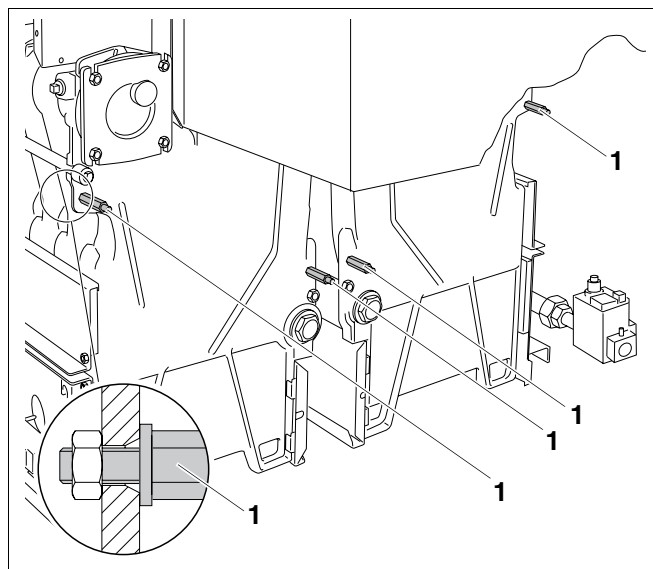
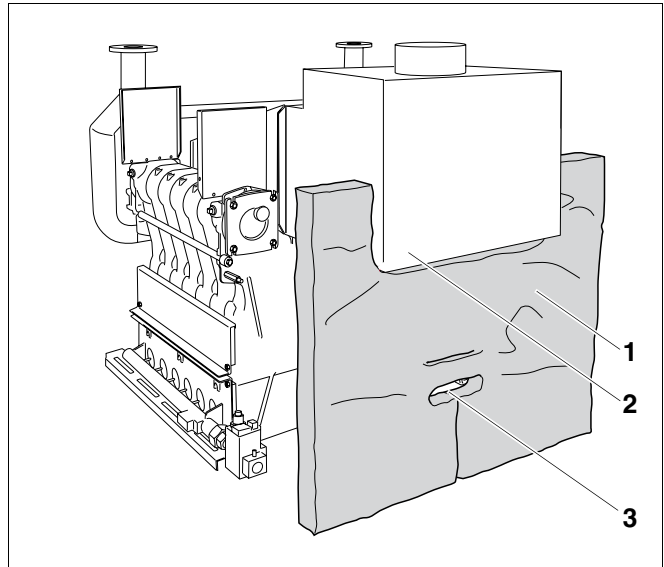

Fig. 45 Înșurubarea bolțurilor distanțiere
Fig. 46 Fixarea izolației termice a peretelui din spate
- Se înșurubează patru bolțuri distanțiere M8 x 75 (fig. 45, poz. 1) pentru fixarea pereților din spate (Piulițe cu șaiba de strângere în spate, șaiba de fixare în față).
Pentru poziția corectă a izolației termice de la peretele de spate aveți în vedere (fig. 46, **poz. 1**) următoarele puncte:
- Decuparea (fig. 46, **poz. 2**) izolației termice a peretelui din spate este pentru colectorul de gaze arse.
- Bolzurile distanțiere (fig. 45, **poz. 1**, pagina 41) străpung izolația termică a peretelui din spate (fig. 46, **poz. 1**), astfel încât ele să rămână libere.
- Tăietura inferioară (fig. 46, **poz. 3**) este pentru butucii inferiori ai cazanului.
- Zona deschisă a izolației termice a peretelui din spate (fig. 46, **poz. 1**) trebuie îndreptată spre blocul de cazan.
- Izolația termică a peretelui din spate (fig. 46, **poz. 1**) trebuie poziționată la partea din spate a blocului de cazan.